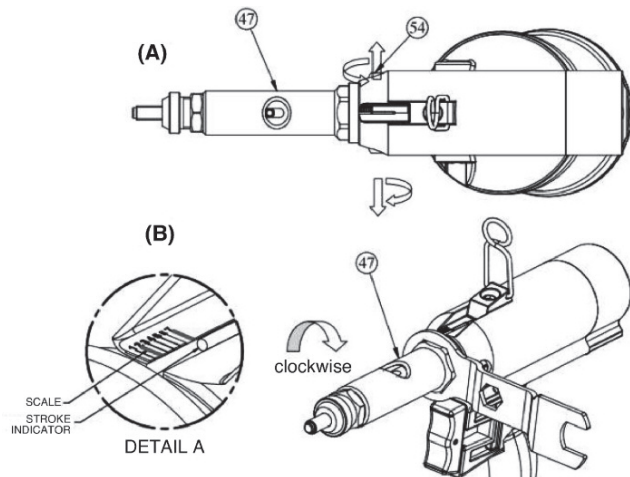

Fig. 2
- Skruva loss rörets (47) två insexskruvar (54 i fig. 2-A).
- Vrid på röret (47 i fig. 2-A och 2-B) för att erhålla önskad slaglängd. Vrid medurs eller moturs för att minska respektive öka slaglängden.
- Justera röret enligt den graderade skalan, se detalj A i fig. 2. Varje varv motsvarar en justering på 1,5 mm.
- Skruva fast rörets (47) två insexskruvar (54).